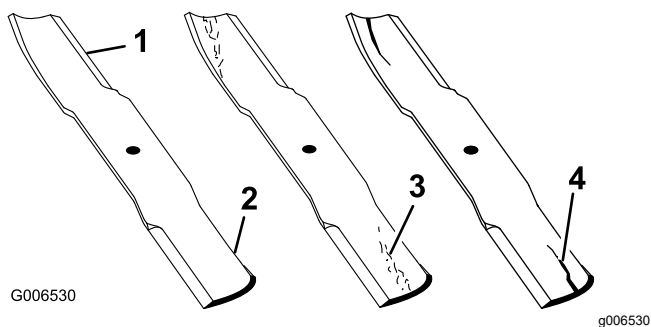

Figura 70
1. Inspeção as extremidades de corte (Figura 70).
4. Se verificar quaisquer fissuras, desgaste, ou a formação de ranhuras nesta área instale imediatamente uma lâmina nova (Figura 70).